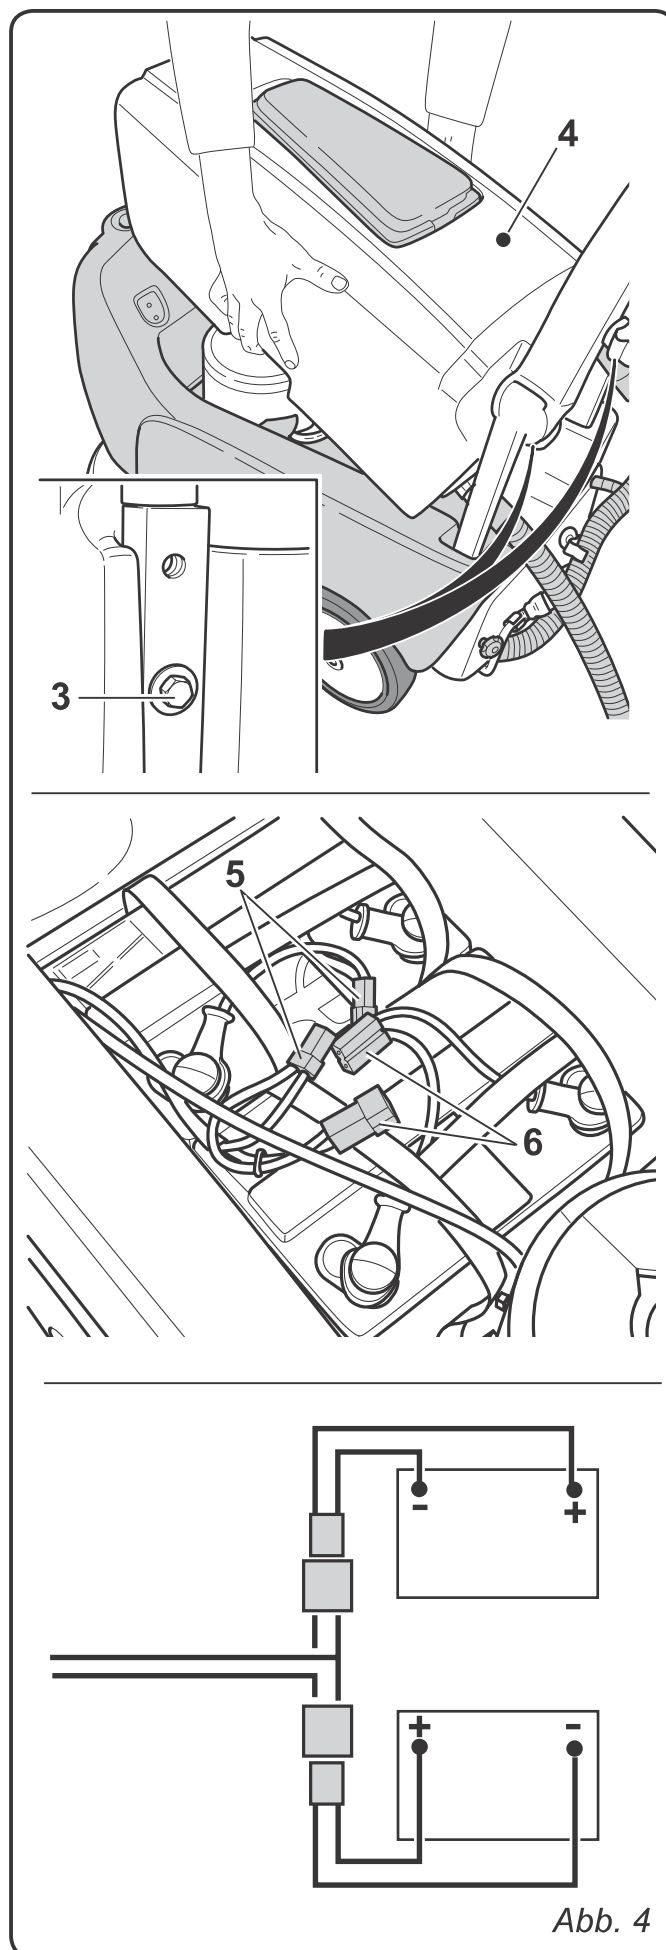

Abb. 4
3.1.b - Anschließen der Batterie (Abb. 4)
- Die Schrauben (3) lösen, mit denen der Tank (4) an der Halterung des Lenkers angebracht ist.
- Entfernen des Schmutzwasser tanks (4) und einstecken der Anschlüsse (5) und (6) der Batterien
- Wiederaufsetzen des Schmutzwasser tanks (4).